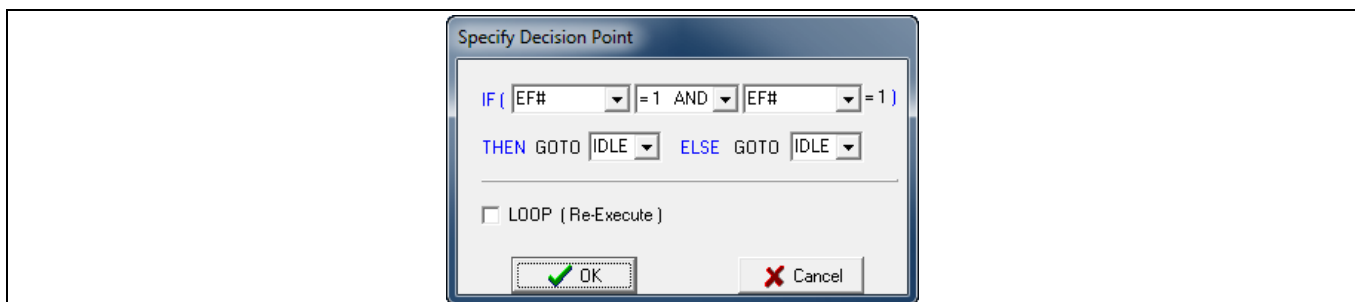

Figure 43 IDLE への無条件分岐
5. **Figure 43** IDLE ステートに戻る分岐を実装するために、決定点のステート S1 を作成します。S0 の右の境界線で Status バンドをクリックして、図 43 のように無条件分岐を設定します。